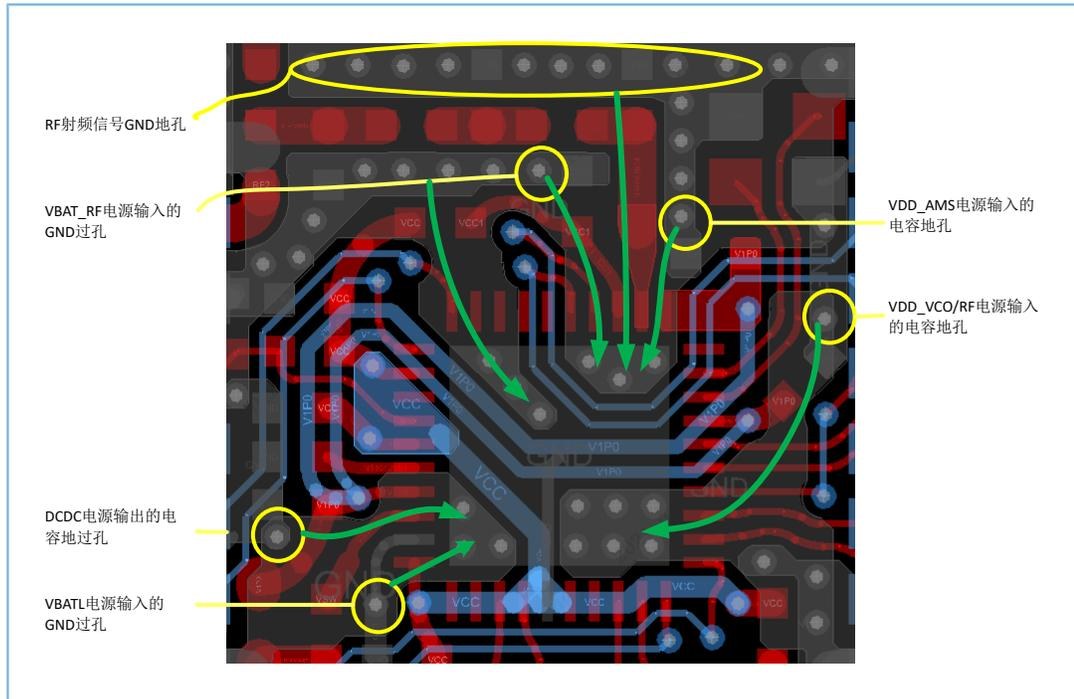

图 4-12 QFN40电源和GND走线参考设计
2. 图 4-12 为以QFN40封装为例的电源和GND走线参考设计，黄色圈出的GND过孔主要为电源和RF信号回流路径的过孔。这些GND过孔需要通过BOTTOM面的铜皮与芯片散热PAD连接，且保证足够宽且路径短（如图 4-12中绿色箭头所示）。